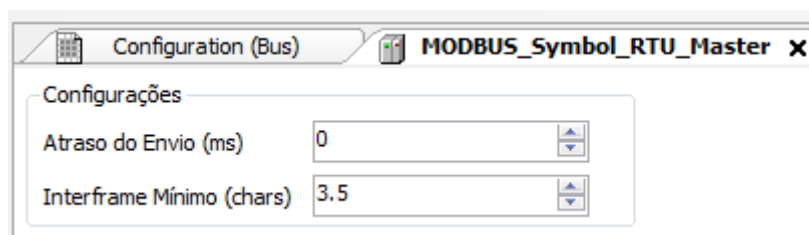

Figura 43: Tela de Configuração Parâmetros Gerais MODBUS RTU Mestre
- Configurar os parâmetros gerais do protocolo MODBUS Mestre, como: tempos de atraso de envio e interframe mínimo como na Figura 43.